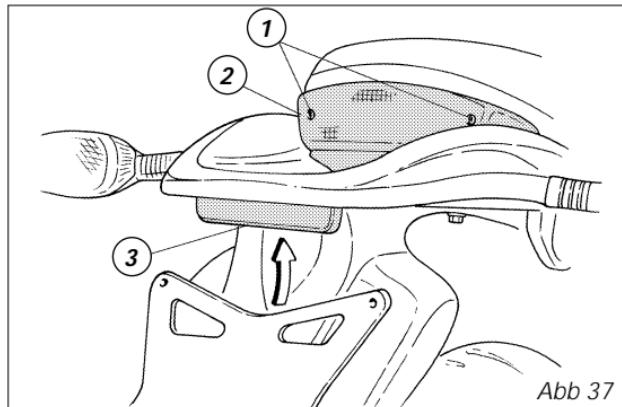

Abb. 37
Bremslicht (Abb. 37)
Für den Austausch der Brems- und Standlichtbirne, müssen die beiden Schrauben (1, Abb. 37), die das Rücklichtglas (2) feststellen, gelöst werden, dann das Glas abnehmen. Die Glühbirne hat einen Bajonettenanschluss und kann durch ein Eindrücken und gleichzeitiges Drehen gegen den Uhrzeigersinn herausgenommen werden. Die Glühbirne ersetzen und die neue Birne bis zum Einrasten in ihren Sitz im Uhrzeigersinn eindrehen. Das Rücklichtglas wieder montieren.
Kennzeichenbeleuchtung (Abb. 37)